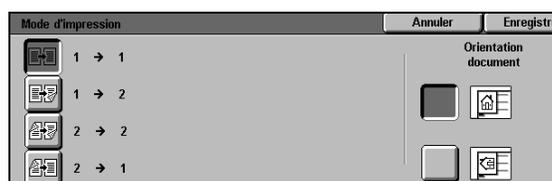

Figure 3 : Options disponibles
- 2 Si le système est équipé d'un chargeur, appuyez sur **Mode d'impression** puis sélectionnez l'option requise (voir la figure 3) :